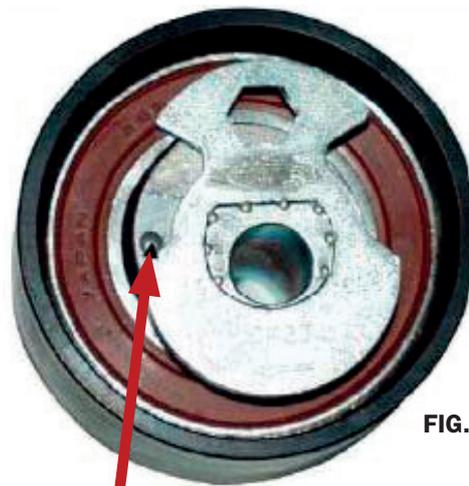

FIG. 2
7. Girare il tenditore in senso orario (con la brugola) fino a che il segno di controllo non è posizionato subito sopra il bordo della parte di taglio (Fig. 2).
11. Far compiere al motore 2 giri in senso orario, controllare se la tacca del tenditore è posizionata subito sopra il bordo della parte di taglio (Fig. 2). Qualora la posizione non sia OK, ricominciare da capo la procedura.